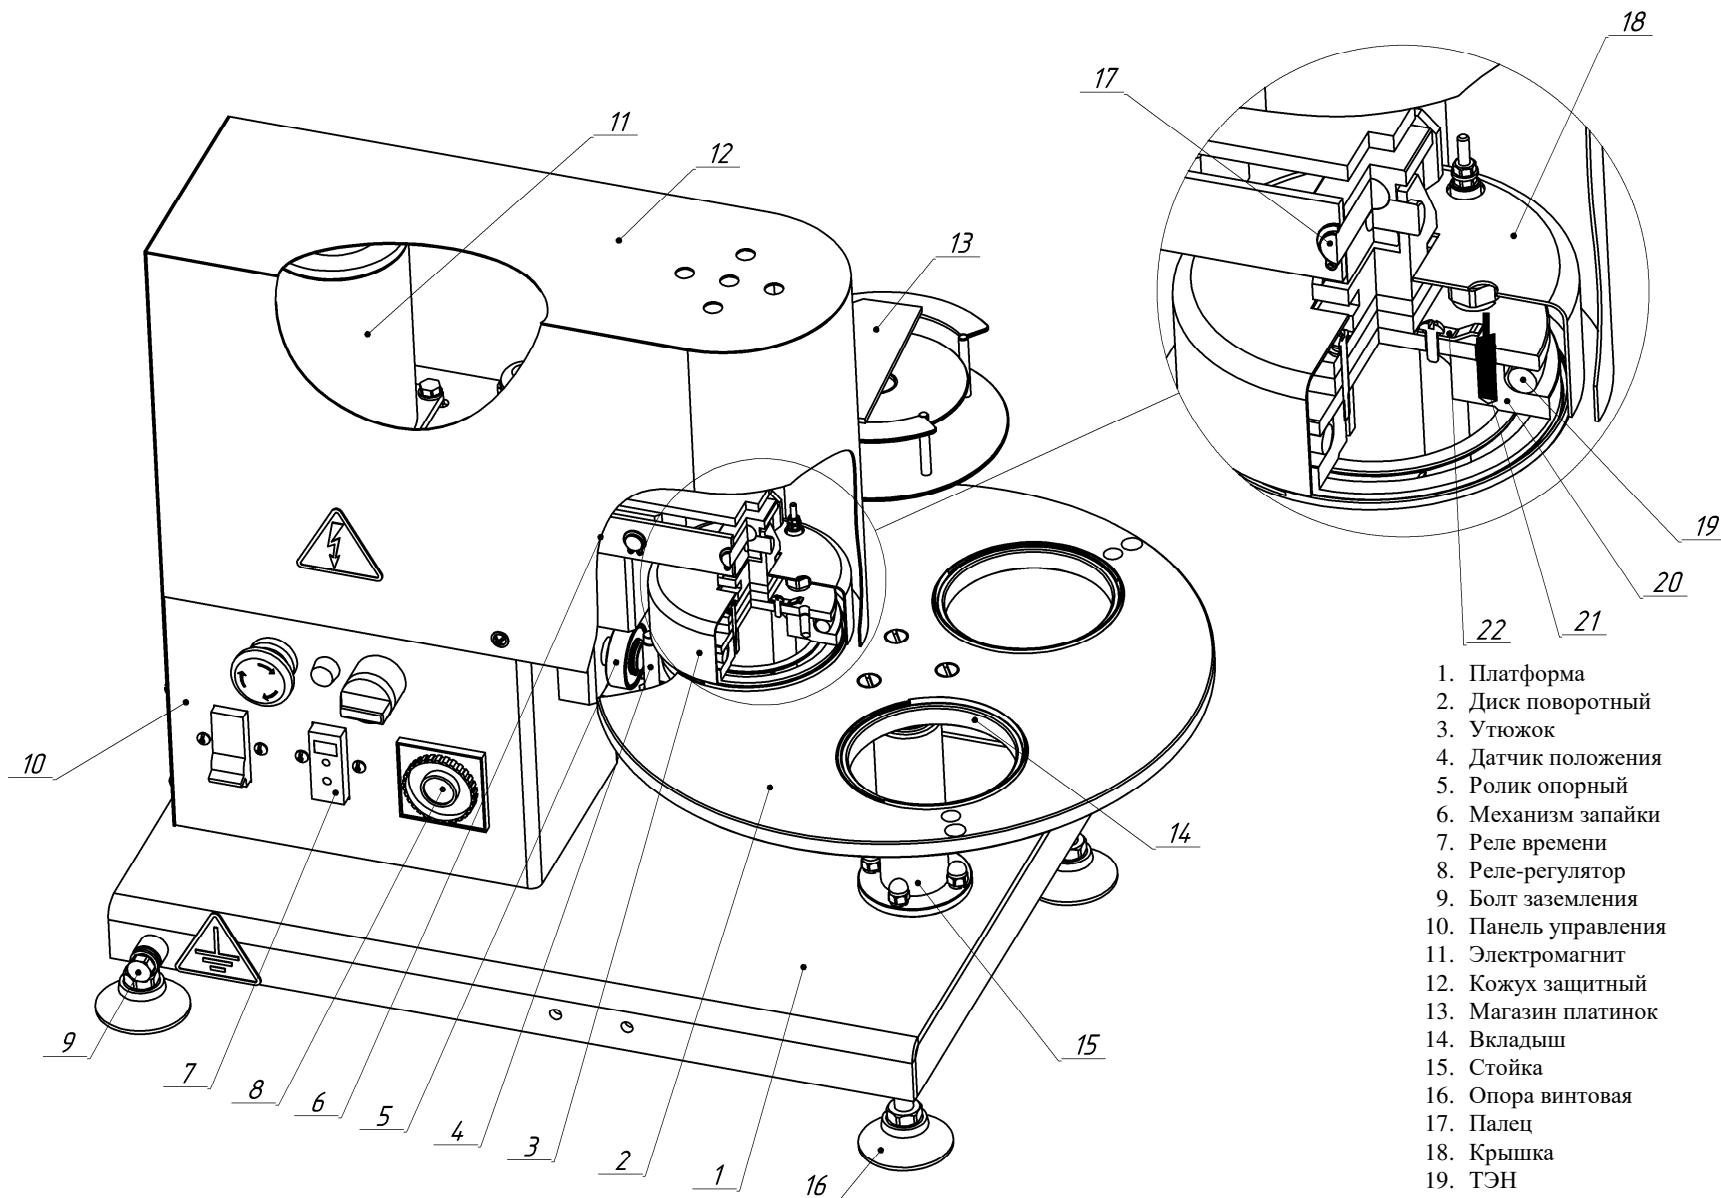

Рисунок 1. Установка фасовочно-упаковочная ИПКС-122УС(Н)
Установка фасовоно-упаковочная ИПКС-122УС(Н) (рисунок 1) представляет собой настольную конструкцию, основными узлами которой являются: платформа 1, диск поворотный 2, механизм запайки 6 и панель управления 10.
Принцип действия установки на примере подачи стаканов справа налево приведен на рисунке 2. Заполненный продуктом стакан устанавливается правой рукой оператора в свободное правое отверстие диска поворотного – позиция установки. Далее, правой рукой оператора снимается одна платинка из магазина платинок и укладывается сверху на стакан, левой рукой оператор начинает вращать диск поворотный против часовой стрелки на 120° до его самофиксации – стакан перемещается на позицию запайки. После этого датчик 4 (рисунок 1) определяет новое рабочее положение диска поворотного и механизм запайки опускает утюжок на время, установленное оператором с панели управления, и припаивает платинку к фланцу стакана. После запайки утюжок возвращается на исходное положение и «ожидает» следующий стакан. Тем временем оператор устанавливает следующий стакан с продуктом на позицию установки, укладывает платинку и поворачивает его еще на 120°. Первый запаянный стакан, находившийся на позиции запайки, перемещается на позицию снятия, а второй стакан – с позиции установки на
Установка в условиях поставки настроена на работу со стаканами с диаметром горловины 95 мм. Для настройки работы со стаканами с диаметром 75 мм необходимо заменить магазин платинок 13 и вкладыши 14 на диске поворотном 2 из комплекта поставки (рисунок 1).
7.1.1 В зависимости от диаметра горловины укупориваемых стаканов установить на диск поворотный 2 (рисунок 1) три вкладыша 14 соответствующего размера (75 или 95 мм).
7.4 Проверить и при необходимости установить температуру заварки на утюжке 3 (рисунок 1) с помощью ручки задания уставки реле регулятора 8. Нагрев утюжка сопровождается красным свечением индикатора на реле-регуляторе. На реле времени 7 задать два временных интервала в секундах (сотни миллисекунд): первый – это время включения состояния электромагнита (время запайки стакана); второй – это время задержки включения электромагнита 11 (задержка перед запайкой в момент при подведении стакана на позицию запайки). Пример настройки реле времени 7 приведен на